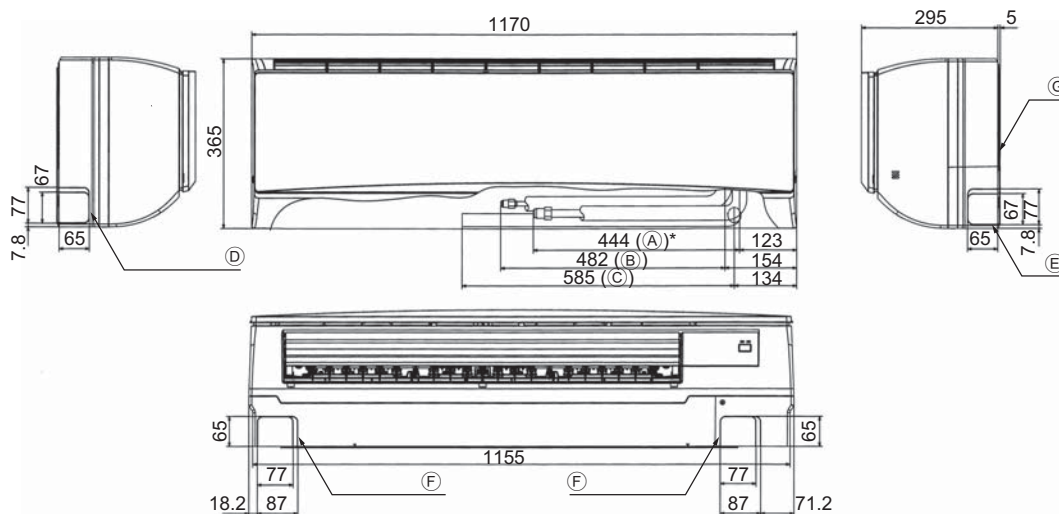

Рис. 4-2
4.3. Выбор расположения труб хладагента и дренажных трубок (Рис. 4-2)
- (D) Заглушка отверстия для левой трубки
- (E) Заглушка отверстия для правой трубки
- (F) Заглушка отверстия для нижней трубки
- (G) Монтажная плита